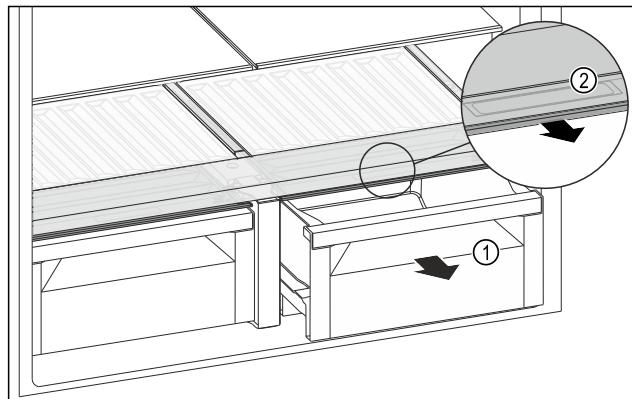

Fig. 140
- Витягніть висувний ящик Fig. 140 (1).
- Візьміться за потайну ручку Fig. 140 (2) на кришці відділення й одночасно потягніть кришку відділення вперед.